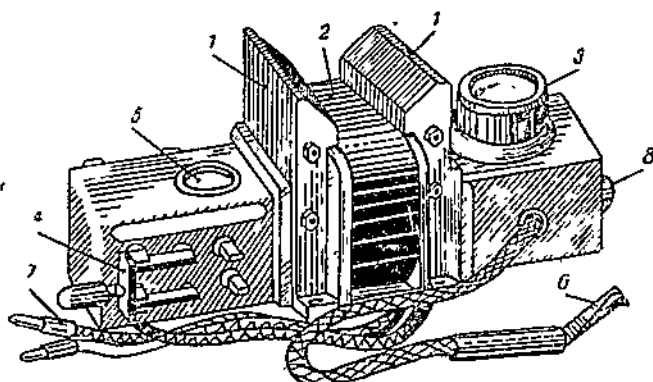
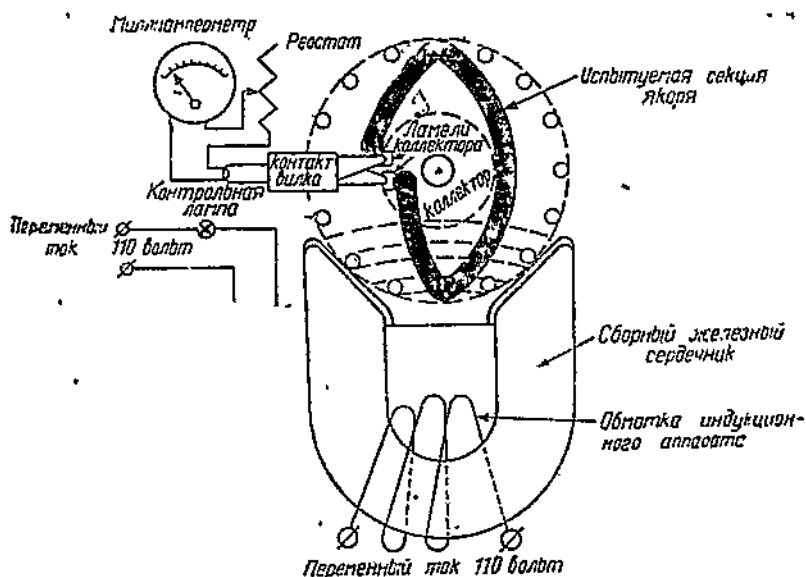

Рис. 16. Индукционный аппарат для испытания якорей
Рис. 17. Принципиальная схема индукционного аппарата
9. Привод (шестерня, шкив или бендикс) должны плотно сидеть на валу. На шестерне не должно быть сломанных зубьев. Из всех повреждений, которые могут быть в самой обмотке якоря, внешним осмотром, да и то не всегда, можно обнаружить лишь повреждение изоляции. Во всех остальных случаях якорь необходимо испытать на так называемом индукционном аппарате (рис. 16).
тания якоря на индукционном аппарате приведена на рис. 17. Концами контактной вилки 6 (рис. 16) прикасаются к двум находящимся рядом пластинам коллектора. Миллиамперметр окажется при этом включенным в одну из секций обмотки якоря и отклонится на какую-то величину. Вращая ручку реостата 8
Изображенный на рис. 16 индукционный аппарат типа ИА-110 при напряжении 110—120 вольт при испытании якорей генераторов потребляет ток от 1,5 до 2 ампер и при испытании стартеров — от 8 до 10 ампер.
Для определения шага по коллектору берут контакты от контрольной лампы индукционного аппарата, изображенного на рис. 16, и одним из них касаются той пластины коллектора, из которой еще не выпаян конец секции, а вторым водят по осталь-